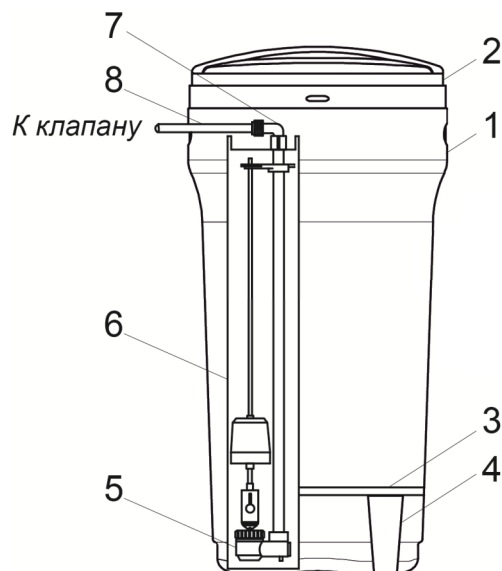

Рис. 2
7.6 В состав реагентного бака входят следующие элементы (см. Рисунок 2):
- корпус (1);
- крышка (2);
- подставка с отверстиями (3);
- опоры для подставки (4);
- поплавковый клапан (5);
- защитная шахта с крышкой (6);
- угловая муфта (7);
- гибкий шланг (8) для присоединения бака к управляющему клапану.